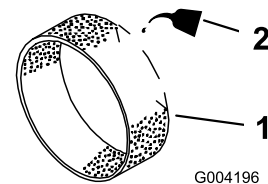

Figura 41
3. Amplasai pe prefiltru 3 - 6 cl de ulei (Figura 41).